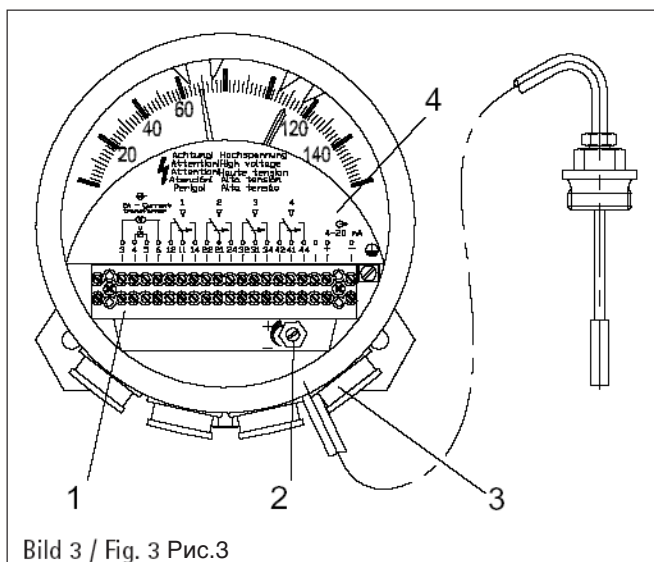
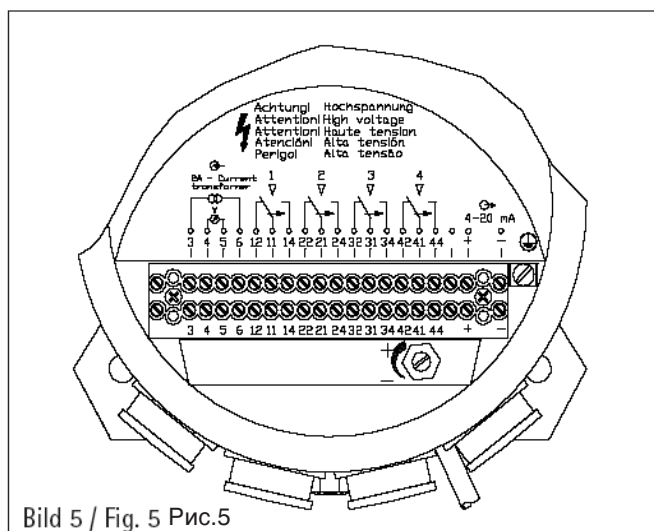
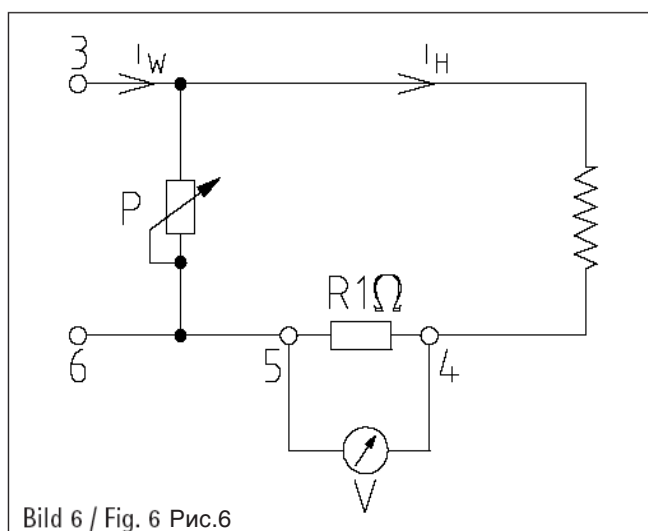
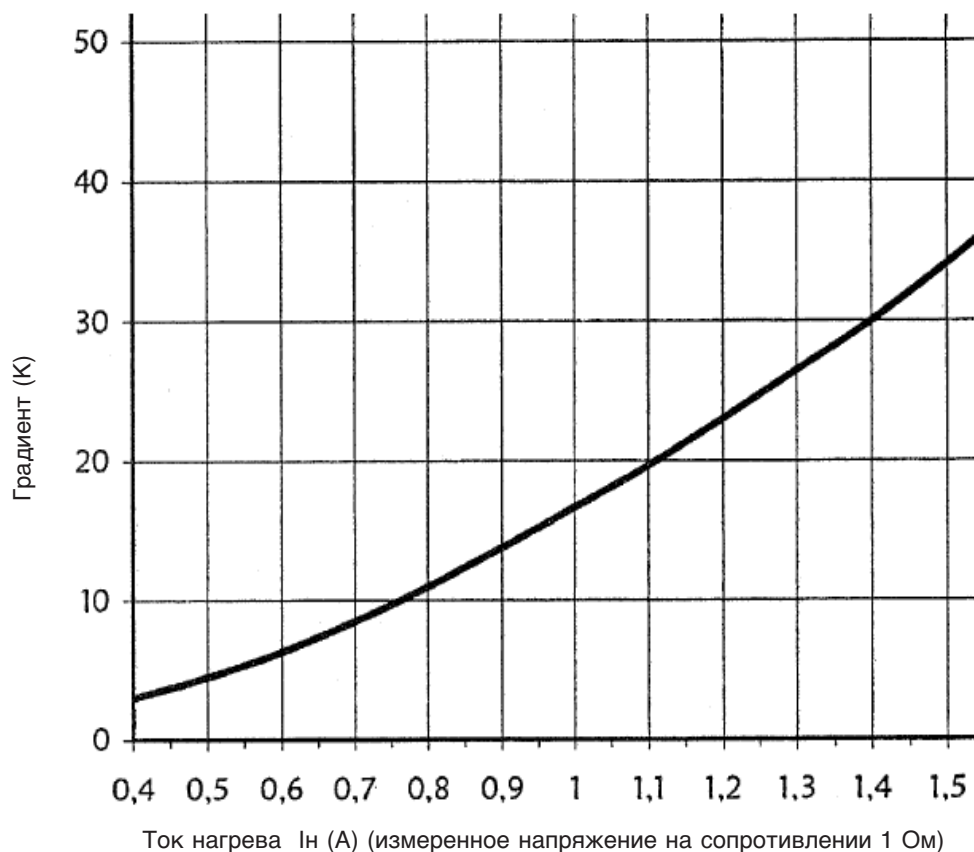

Bild 3 / Fig. 3 Рис.3
Bild 5 / Fig. 5 Рис.5
Bild 6 / Fig. 6 Рис.6
Bild 7 / Fig. 7 Рис.7
4.1 Подсоединение микровыключателей (рис. 3)
Для подсоединения микровыключателей поднимите крышку клеммника, удалите оплетку кабеля на длине ок. 160 мм и изоляцию соответствующих проводов на длине ок. 6 мм. Проденьте кабели в близлежащие сальники согласно чертежу в приложении (рис. 14), убедитесь, что кабели плотно располагаются в сальниках. Подключите проводники согласно схеме, нанесенной на крышке клеммника (рис. 3/1).
Подключение проводов к датчику осуществляется согласно схеме на крышке клеммника (рис. 3/4). Датчик запитывается напряжением 12...30 В. Для этого применяется дополнительный блок питания (24 В/DC) или индикатор с собственным питанием. Датчик выполнен по 2-х проводной схеме. Обратите внимание на правильную полярность!
Перед настройкой температурного градиента необходимо считать показания со шкалы прибора и записать их. Необходимо следить за тем, чтобы температура датчика оставалась постоянной во время настройки. Подключите источник постоянного тока к клеммам 3 и 6 (рис. 5). Установите источник тока на номинальный ток ТТ I_W (например 2 А). Ток нагрева I_H , который течет через терморезистор (рис. 6), является определяющим фактором при настройке градиента. По градиенту (рис. 7) определите ток нагрева, соответствующий настраиваемому градиенту.
Ток нагрева определяется падением напряжения на внутреннем сопротивлении 1 Ом. Измерьте падение напряжения на сопротивлении 1 Ом, подключив высокоомный вольтметр к клеммам 4 и 5 (рис. 5). Величина напряжения, измеренная в вольтах, соответствует току нагрева в амперах. Установите нужное значение тока нагрева с помощью винта подстроечного резистора (рис. 3/2). При повороте винта вправо ток нагрева увеличивается. При повороте влево - уменьшается.
Подключите измерительный ТТ к клеммам 3 и 6 (рис. 3/1). Номинальный ток ТТ не должен превышать 2 А.
Ток нагрева (см. рис. 7): (Допуск I _n + 10%)	I _n = 1,1 А для MT-ST160W